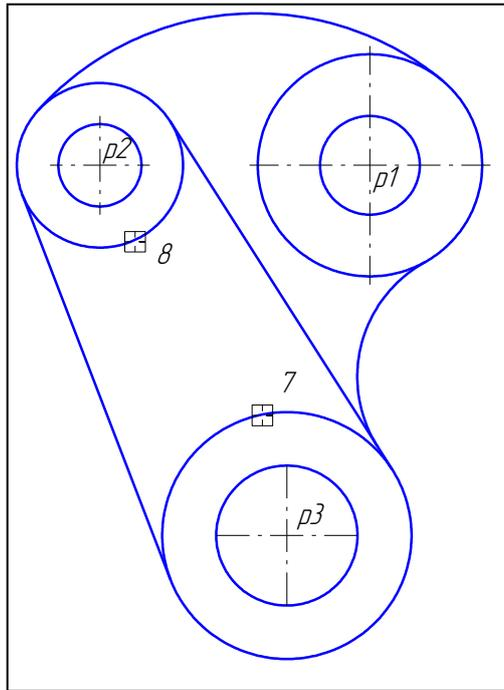

Рис. 72
19. С помощью команды **Усечь кривую** удалите лишний участок окружности o6 (мишень 7) и окружности o4 (мишень 8) рис. 72.